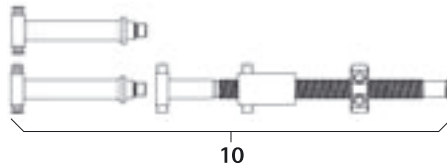

Fig. 16
- Montar el distractor de husillo 10, ver Fig. 16.